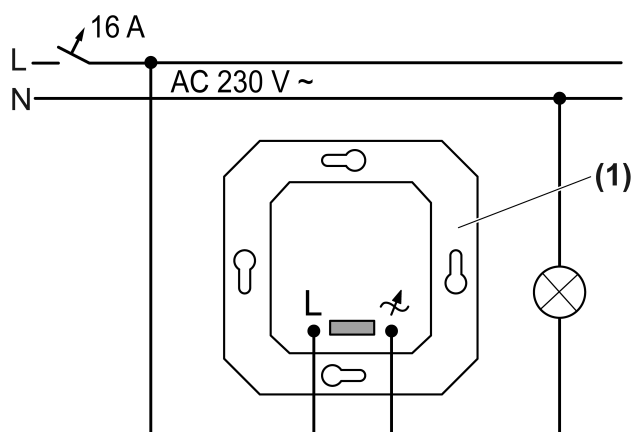

Imagen 2: Plano de conexión
- Conectar (1) conforme a plano de conexión (Imagen 2).